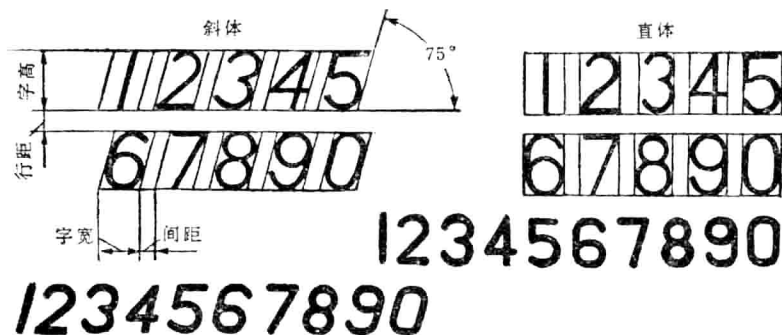

图24 数字字体示例
2. 数字和字母 数字和字母分为斜体(字体和水平线成倾斜 75° 角)和直体两种，如图 24 所示。字母又分为大写和小写两种，小写字母的高度约等于大写字母高度的 $2/3$ ，如图 25 所示。字体的宽度、字与字之间的距离、行与行之间的距离以及笔划的粗细等，都和中文字体的相同。